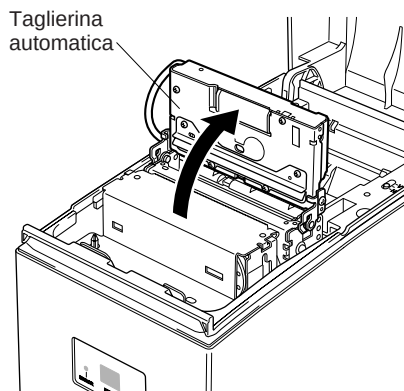

Fig. 5-9 Sollevamento della taglierina automatica
- ③ Sollevare la taglierina automatica e collocarla in posizione verticale, come mostrato nella Fig. 5-9.